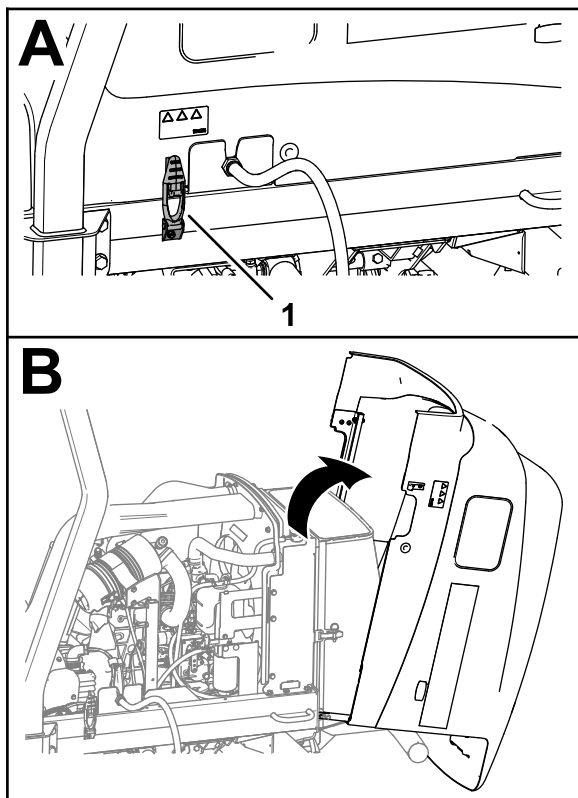

Figure 64
1. Ouvrez les 2 verrous du capot (Figure 64).